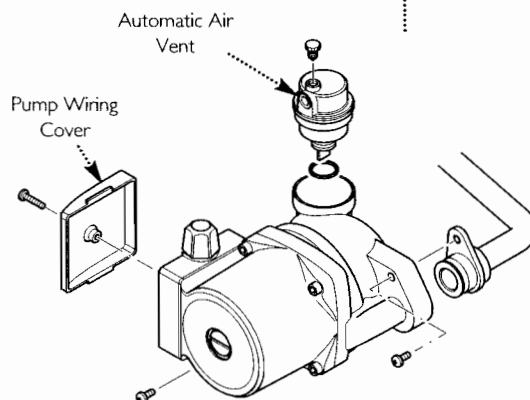

Fig. 58
12.14 Pump - Complete (Fig. 58)
12.15 Automatic Air Vent (Fig. 58)